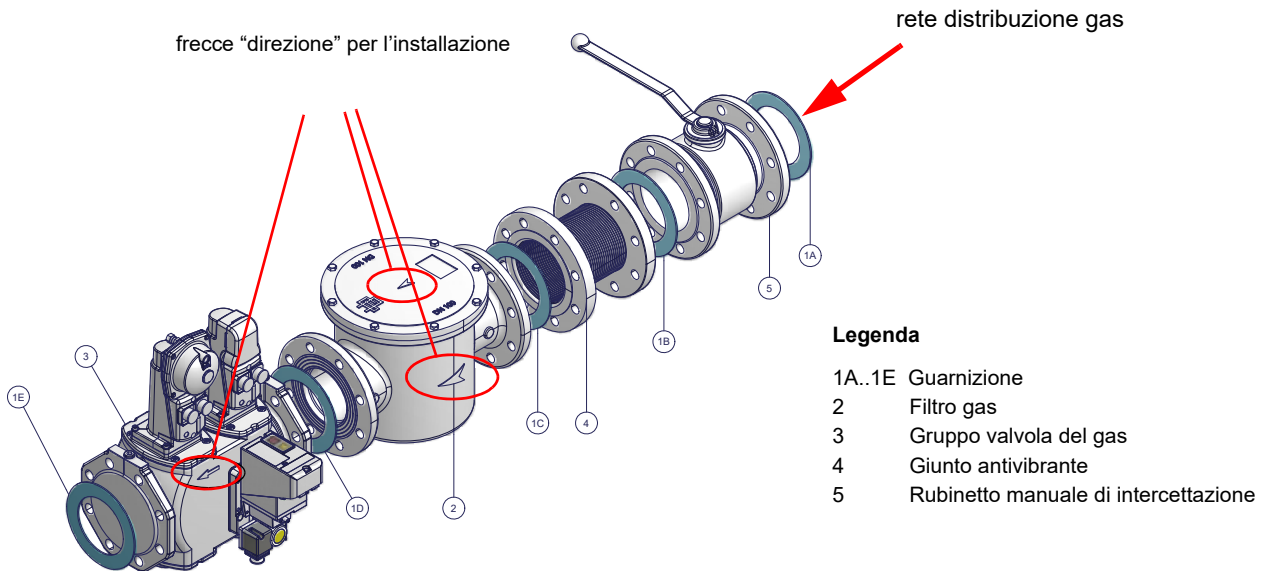

Fig. 2 - Esempio di rampa gas
- 1-b) nel caso di giunti flangiati: interporre tra un componente e l'altro, una guarnizione (n. 1A..1E - Fig. 2) compatibile con il gas utilizzato,
**ATTENZIONE:** una volta montata la rampa secondo lo schema riportato (Fig. 2), deve essere effettuata la prova di tenuta del circuito gas, secondo le modalità previste dalla normativa vigente.